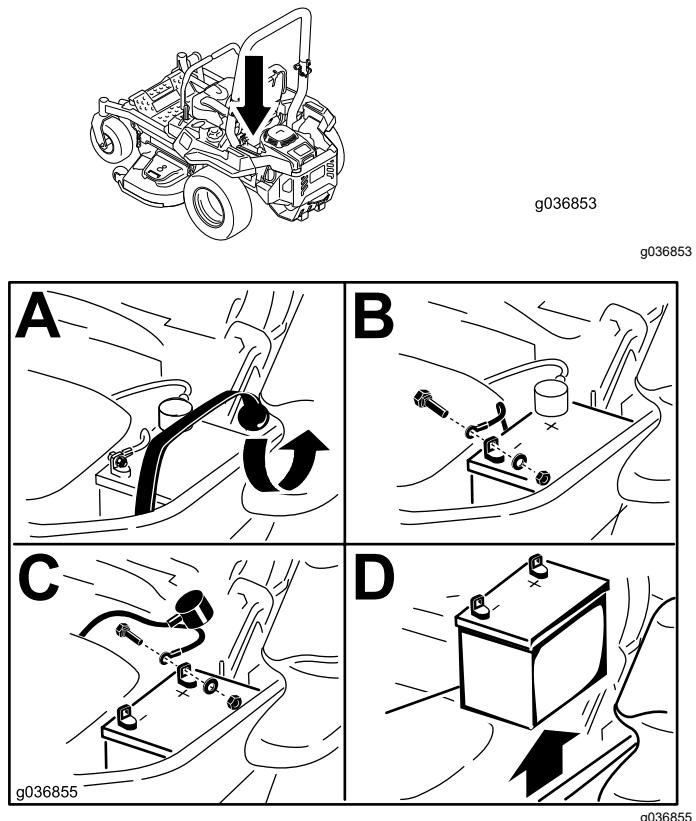

Figura 54
3. Retire la batería, según se muestra en Figura 54.
- Coloque la batería en la bandeja, con los bornes frente al depósito de aceite hidráulico (Figura 54).
- Fije los cables con 2 pernos, 2 arandelas, y 2 contratuerzas (Figura 54).
- Fije la batería con la correa de goma (Figura 54).